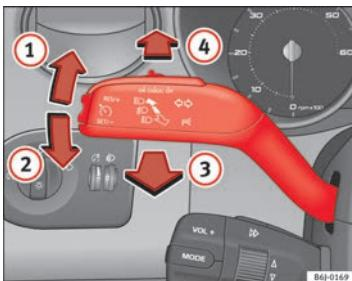

Fig. 60 Palanca de intermitentes y de luz de carretera
- Desplace la palanca hacia arriba hasta el tope **⇒fig. 60 ①** para encender el intermitente **derecho** o bien hacia abajo **②**, para encender el intermitente **izquierdo**.
- Desplace la palanca hacia adelante  fig. 60 ④ para encender la luz de carretera.